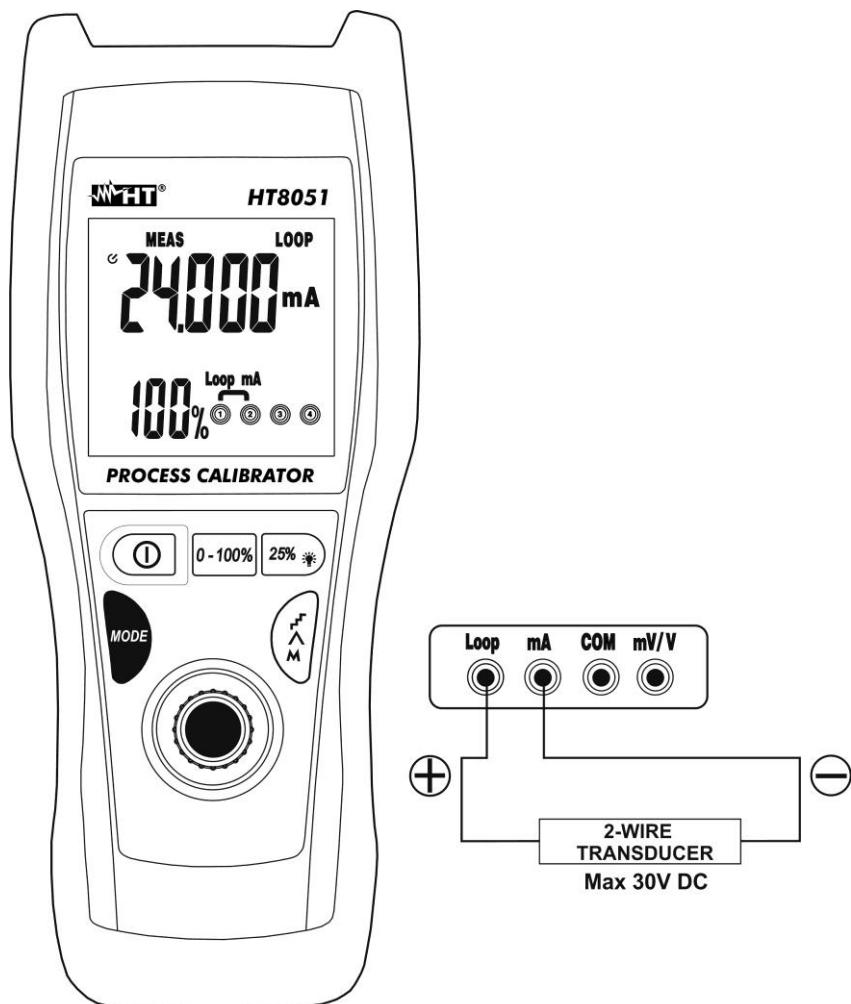

Abb. 7: Messung von Ausgangs-Gleichstrom aus externen Wandlern (Loop)
4. Verbinden Sie die grün und die schwarze Messleitung mit dem externen Wandler, und dabei achten Sie auf die Strompolarität und -richtung (siehe Abb. 7)
6. Die "-OL"-Meldung gibt an, dass der zu messende Strom den maximalen Wert, der mit dem Gerät gemessen werden kann, überschreitet. Zur Erzeugung des negativen Spannungswerts drehen Sie die Messleitungen in die umgekehrte Richtung in Bezug auf die Verbindung in Abb. 7